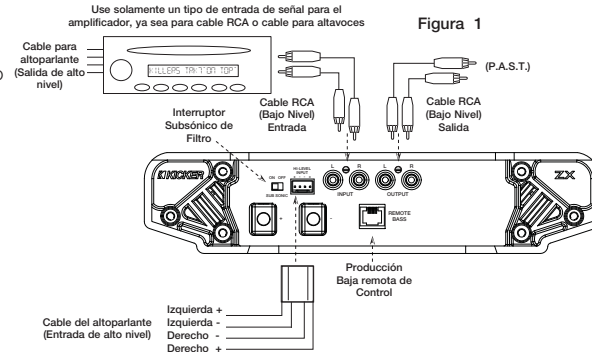

Figura 1
1. Selector de Filtro Subsonico El selector ubicado en el panel extremo y al lado de los enchufes RCA es para el filtro subsonico. Es de 12 dB por octava a 25 Hz. Se recomienda dejar este selector en 'encendido' ya que evita que el amplificador y los altavoces dañen frecuencias ultra-bajas que el oído no percibe. Nunca cambie el selector de filtro subsonico con el sistema encendido. Vea la Figura 1.